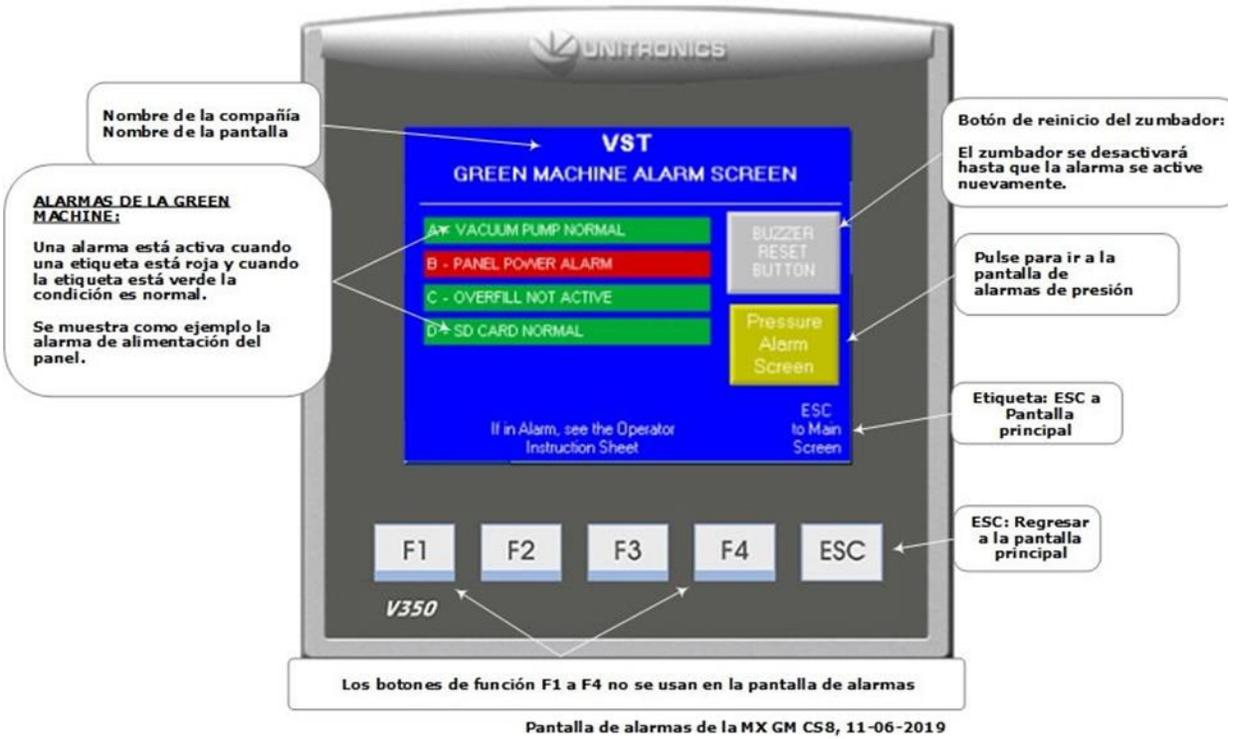

Figura 8-3: Ejemplo de la pantalla de alarmas de la GREEN MACHINE en el panel de control de VST
- Si se activa una alarma, la pantalla de alarmas mostrará la condición de alarma. **Vea la Figura 8-3 y 8-4**